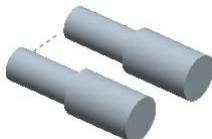

图 15.32 着色后的滑块
Step6. 系统弹出“属性”对话框，在该对话框中单击“ 着色”按钮，着色后的体积块如图 15.32 所示。然后在对话框中输入名称 SLIDE_VOL_01，单击“ 确定”按钮。